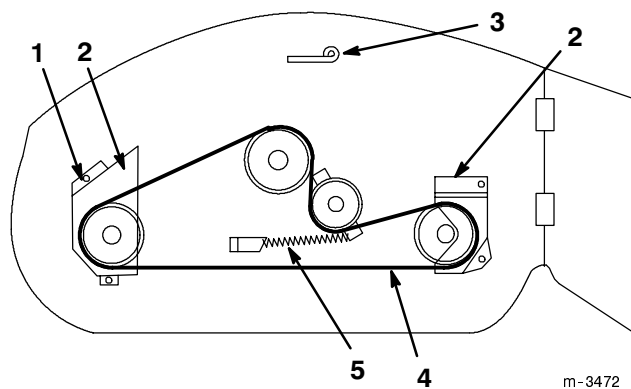

Figure 38
2. Retirer les vis de fixation des cache-poulie et les cache-poulie des poulies de lame (Fig. 38).
3. Relâcher le ressort (Fig. 38).
4. Retirer la courroie du galet et des poulies (Fig. 38).
2. Accrocher le ressort (Fig. 38).
3. Monter les cache-poulie gauche et droite à l'aide de leurs vis de fixation (Fig. 38).